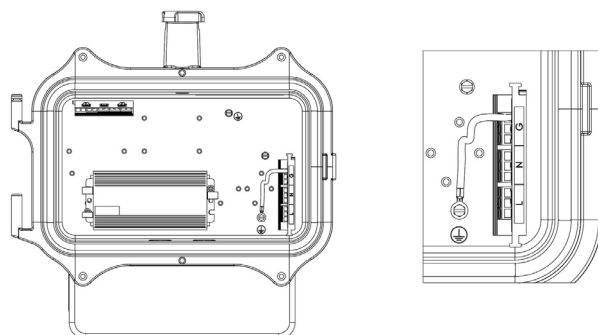

Figure 2
2. Tous les composants du luminaire sont précâblés; ainsi, il ne reste qu'à raccorder les fils fournis nécessaires du luminaire au bloc de jonction, à l'aide des méthodes conformes aux codes en vigueur. Insérer les câbles dans le bloc de jonction en appuyant sur les languettes. Les fils doivent être espacés comme illustré sur la figure 2.